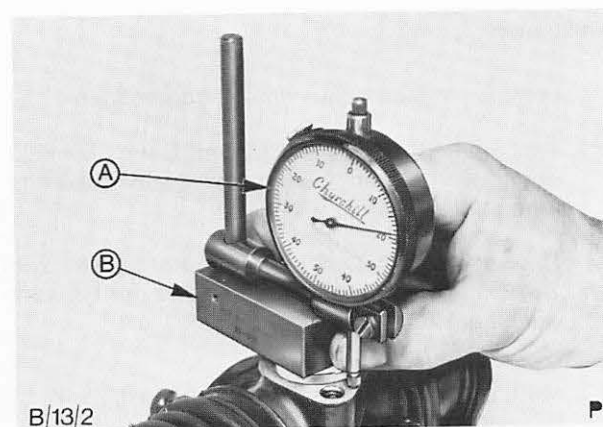

Abb. 17 Höchste Stellung des Gleitsteins ermitteln
12. Gleitstein einsetzen und ganz herunterdrücken. Meßblock auf Gleitstein setzen und Zahnstange von Anschlag zu Anschlag schieben, bis die höchste Stellung des Gleitsteins festgestellt wird. Meßuhr ablesen, Abb. 17, und diesen Wert notieren.